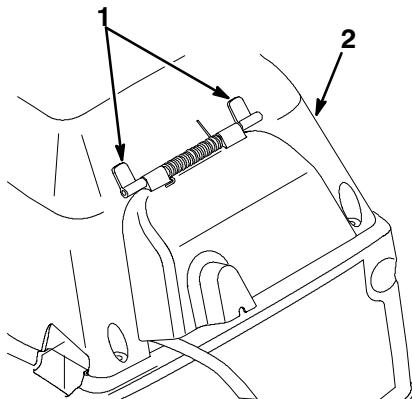

Figure 12
3. Presser les pattes de fixation sur les trous prévus dans le capot jusqu'à ce qu'elles se mettent en place avec un déclic (Fig. 12).